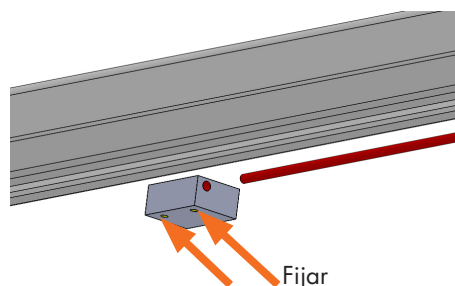

Fig. 19
- Pase el cable espiral por el taladro de la pieza de sujeción y fijelo allí mediante los tornillos de sujeción (hexágono interior SW 3, marcados en fig. 19 por las flechas).